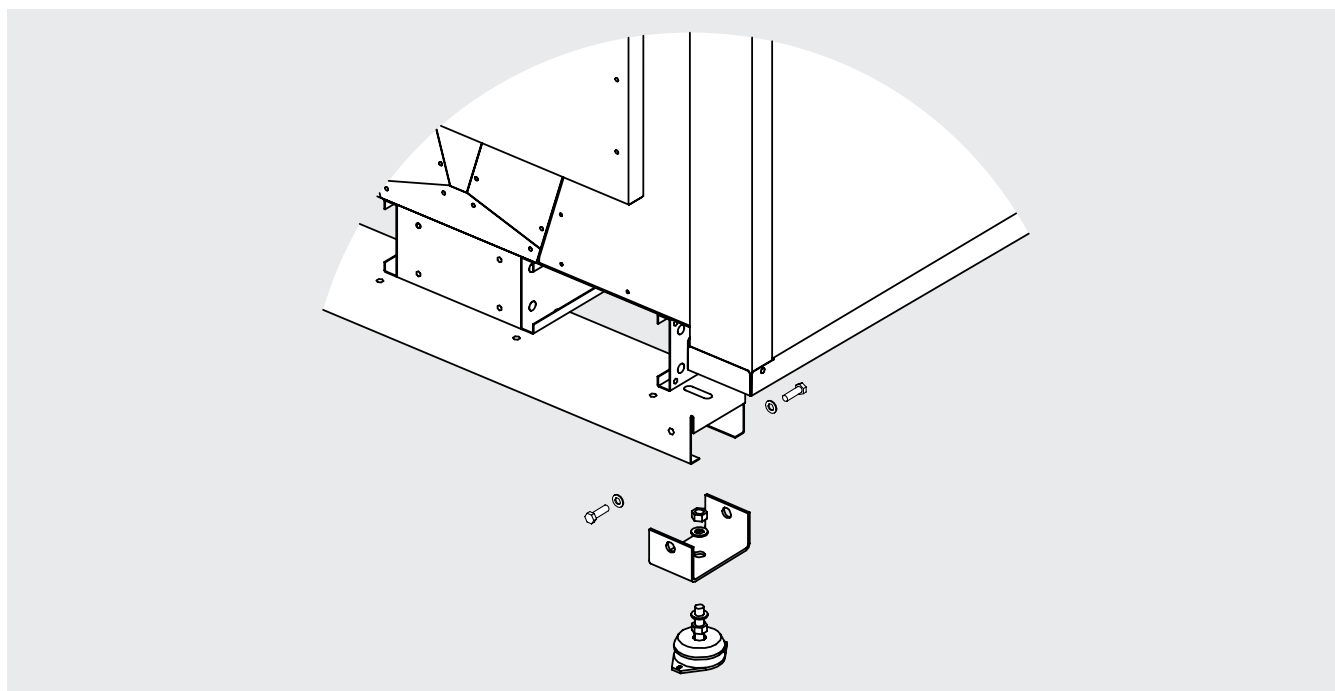

Figure 9
- 6.5 Le modèle doit être solidement fixé à la base d'appui; pour prévenir la transmission du bruit, utiliser tous les points de fixation. Utiliser éventuellement des amortisseurs, voir la Figure 9.